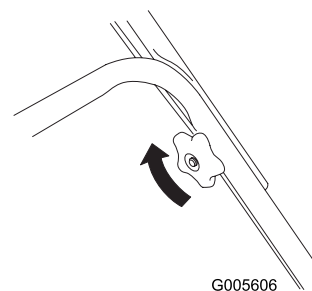

Figura 8
6. Serrate le manopole della stegola avvitandole a fondo (Figura 8).